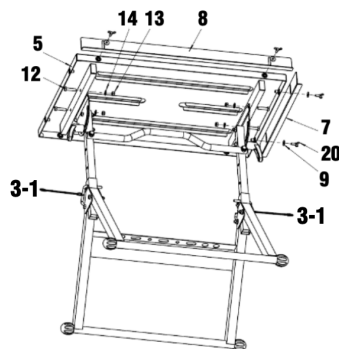

fig. 3
9. Insérez 4 boulons M8 x 35 (n° 12) dans les supports à angle et la barre d'appui du dessus de table et fixez-les solidement en place au moyen de 4 rondelles et écrous M8 (fig. 3).
10. Positionnez 4 rondelles sur l'arbre des 4 boulons à oreilles (n° 2) (fig. 3).
11. Fixez le rail de guidage court (n° 7) et le rail de guidage long (n° 8) à la position désirée sur le dessus de table en utilisant les 4 boulons à oreilles et rondelles (fig. 3).